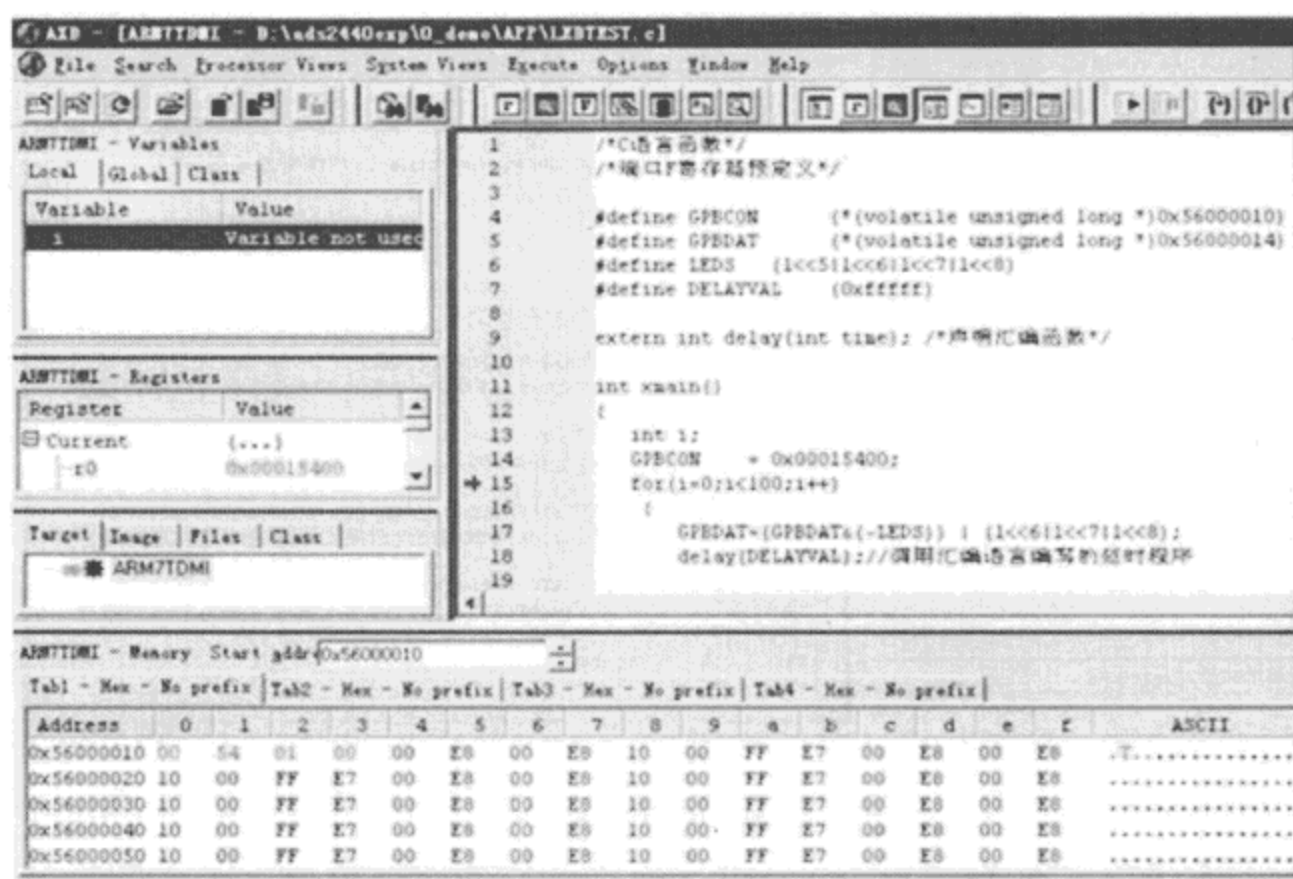

图 1-31 查看变量
(9) 单击 Processor View→Variables 可查看各种 C 变量(例如局部变量 i)的值,如图 1-31 所示。